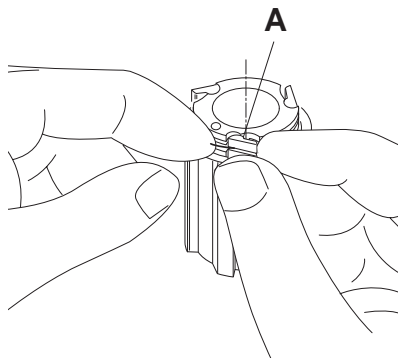
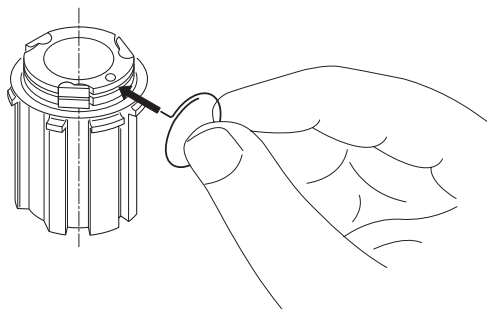

Fig. 13
Fig. 14
- Rimuovete la molla (prestando attenzione a non deformarla) sollevando leggermente il cricchetto A (Fig. 13), sfilate i cricchetti e se necessario sostituiteli con quelli nuovi; inserite la parte piegata della molla nel foro del porta-cricchetti (Fig. 14) e quindi fermate i cricchetti con la molla.
- Slightly lift pawl (A), then grasp and remove the spring (Fig. 13). Take care not to damage the spring. Slide out the pawls and replace them if necessary. Then insert the bent part of the spring in the pawl carrier hole (Fig. 14) and then lock the pawls in place with the spring.
- Die Klinke A (Abb. 13) leicht anheben und dabei die Feder abnehmen (darauf achten, diese nicht zu beschädigen), die Klinken herausziehen und falls notwendig diese ersetzen; die gebogene Seite der Feder in die Bohrung des Klinkenträgers einführen und dann die Klinken mit der Feder blockieren.
- Enlevez le ressort (en veillant à ne pas le déformer) en soulevant légèrement le cliquet A (Fig. 13), enlevez les cliquets et, si nécessaire, remplacez-les ; introduisez la partie pliée du ressort dans le trou du porte-cliquets (Fig. 14) puis fermez les cliquets avec le ressort.
- Quitar el muelle (con cuidado para no deformarlo) levantando un poco la carraca A (Fig. 13), extraer las carracas y, de ser necesario sustituir las, meter la parte doblada del muelle en el orificio del portacarracas (Fig. 14) y luego bloquear las carracas con el muelle.
- Verwijder de veer (let op dat u hem niet beschadigt) door voorzichtig pal A (Fig. 13) op te tillen. Haal alle pallen eruit en vervang ze indien noodzakelijk; plaats de veer in de paldrager en sluit de pallen op in de veer.